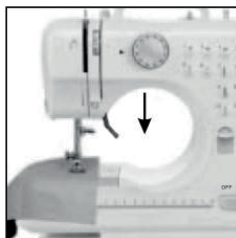

Рисунок 8
2. Опустите прижимную лапку (рис.8).